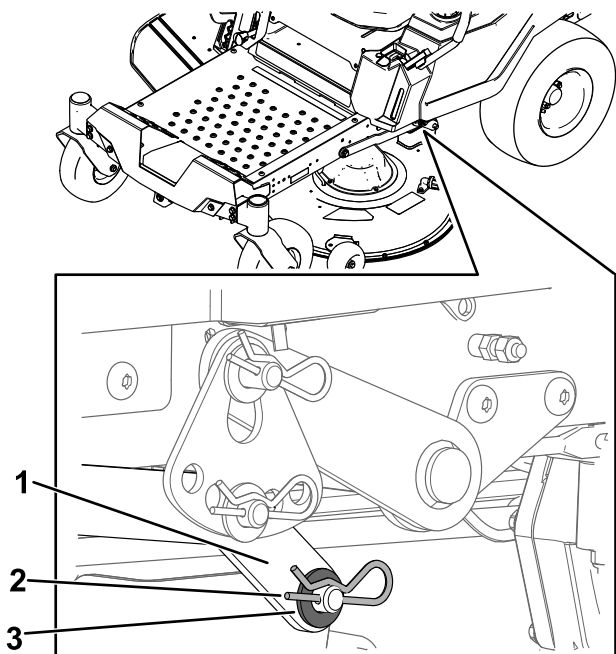

Bild 71
7. Entfernen Sie auf einer Seite der Maschine die Unterlegscheibe und den Splint vom Mähwerksstift (Bild 71).
8. Entfernen Sie den Hubarm vom Mähwerksstift (**Bild 71**).
5. Heben Sie auf einer Seite der Maschine die Rückseite des Mähwerks an und montieren Sie den Hubarm am Mähwerksstift (**Bild 71**).
6. Montieren Sie den Hubarm mit der Unterlegscheibe und dem Splint (**Bild 71**).